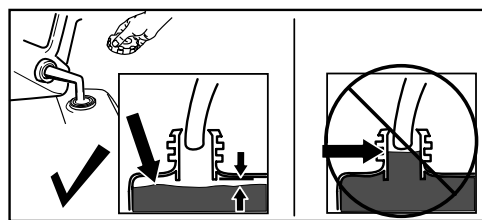

Figure 13
Ne remplissez le réservoir de carburant au-dessus du goulot de remplissage (Figure 13).
- Retirez l'obstruction de la goulotte ; voir Dégagement de la goulotte d'éjection \(page 15\). Le cas échéant, dégagez la goulotte à l'aide de l'outil de nettoyage, jamais avec la main. Figure 13